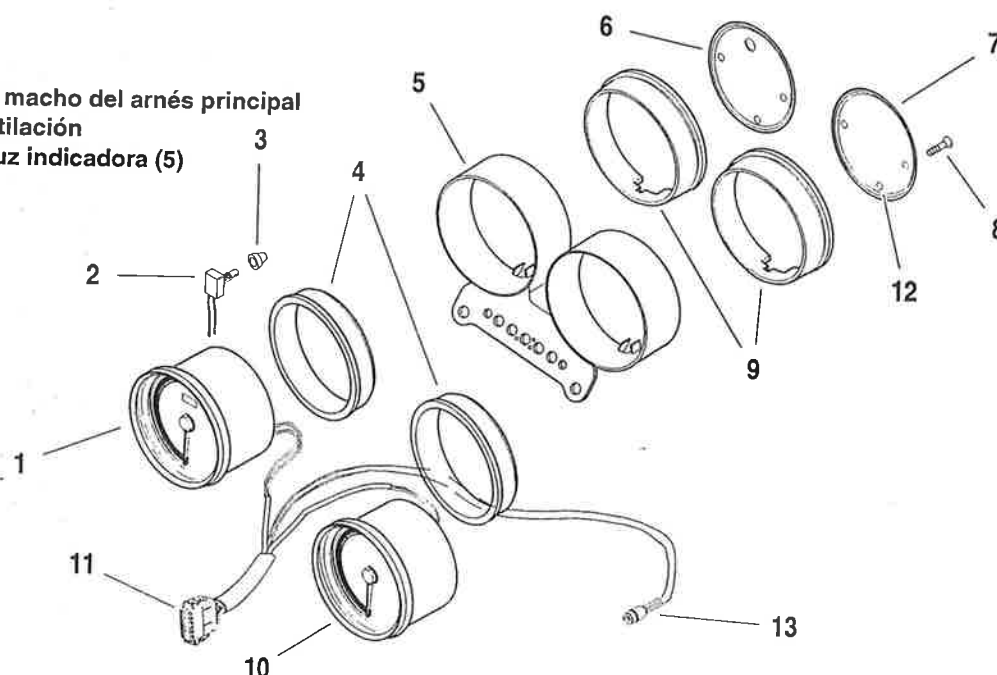

Figura 7-77. Velocímetro y tacómetro (XL1200R)
2. Vea la Figura 7-77. Instale la junta delantera (4) en el velocímetro (1).
3. Enroscando el cableado de vuelta por la junta trasera (9), instale las lengüetas de las juntas correspondientes (9) a las cuñas de localización en la caja del velocímetro (5).
1. Vea la Figura 7-77. Instale la junta delantera (4) en el tacómetro (10).
2. Enroscando el cableado de vuelta por la junta trasera (9), instale las lengüetas de las juntas correspondientes a las cuñas de localización en la caja del tacómetro (5).
5. Vea la Figura 7-77. Alinee la contraplaca con el agujero de ventilación (12) en la parte inferior. Instale los tornillos de la placa posterior (8) y apriételos.